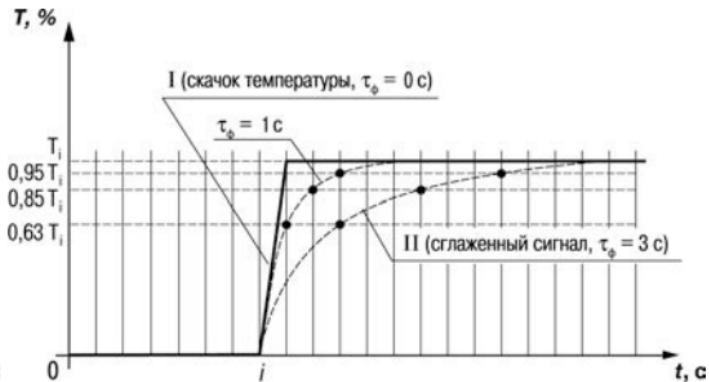

Рисунок 3.5
3.1.4.4.3 Цифровой фильтр устраниет шумовые составляющие сигнала, осуществляя его экспоненциальное сглаживание. Основной характеристикой экспоненциального фильтра является τ_f – постоянная времени цифрового фильтра, параметр $\zeta_1 F 1 (\zeta_2 F 2)$ – интервал, в течение которого сигнал достигает 0,63 от значения каждого измерения T_i (рисунок 3.5).